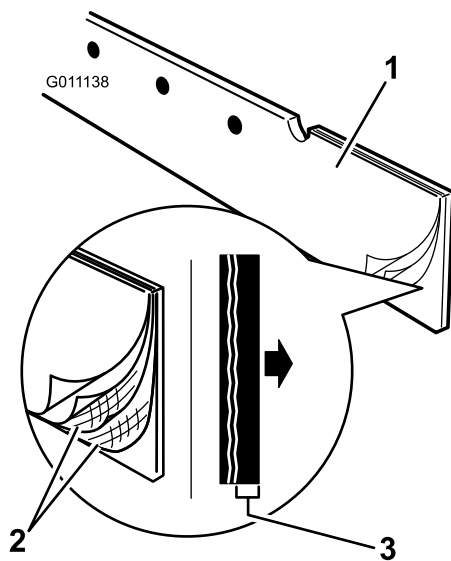

Figure 11
7. Placez le racloir de sorte que le bord en caoutchouc soit à l'avant et la partie renforcée à la fibre de verre soit à l'arrière (Figure 11).